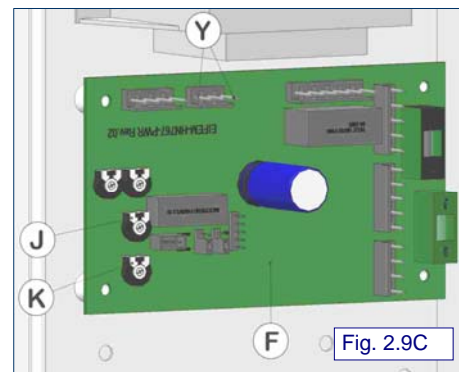

Fig. 2.9C
Esta velocidad debe regularse según el valor expresado en el cuadro técnico 1.9A, actuando en el sentido de las agujas del reloj para aumentar su valor y al contrario para disminuirlo, con el destornillador adecuado sobre el compensador (K) RV4 de la centralita (F) (Fig. 2.9C)
Al final de la transformación, se deberá sellar el tornillo (A) del regulador de caudal de gas y el tornillo del compensador (K) de la centralita (F) (Fig. 2.9C) con un barniz adecuado para este fin.